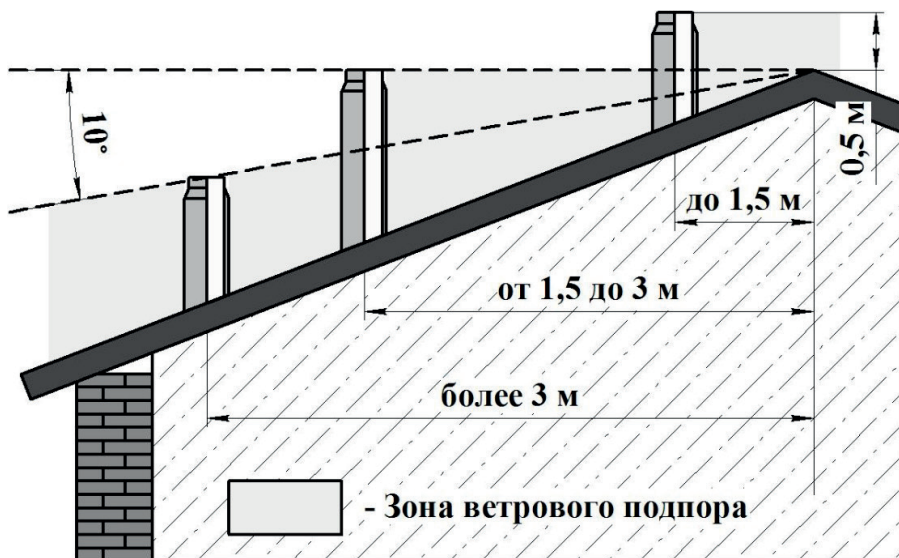

Рисунок 9 — Требования к высоте дымохода
- не ниже линии, проведенной от конька вниз под углом 10° к горизонту при расположении дымовой трубы от конька на расстоянии более 3 м. (см. рисунок 9)